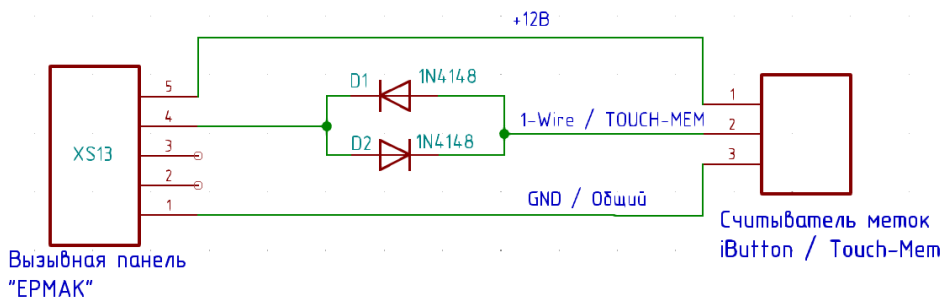

Рис. 6. Типовая схема согласования уровней при подключении 1-Wire устройств с уровнем сигнала 5В.
2. Сигнальная линия «1-Wire» (вывод 4 разъема XS13) имеет логический уровень 3.3В, подавать на него уровни 5В не рекомендуется, это может привести к выходу их строя порта ввода/вывода вызывной панели. Если требуется подключить устройство с уровнями выше 3.3 В, то необходимо использовать согласующую схему. Самый простой вариант такой схемы состоит их двух параллельно и разнополярно соединенных диодов с характеристикой падения напряжения $V_f = 0.7$ В (например, 1N4148, КД522Б или аналогичный). Типовая схема подключения «1-Wire» устройств к вызывной панели представлена на рис. 6.